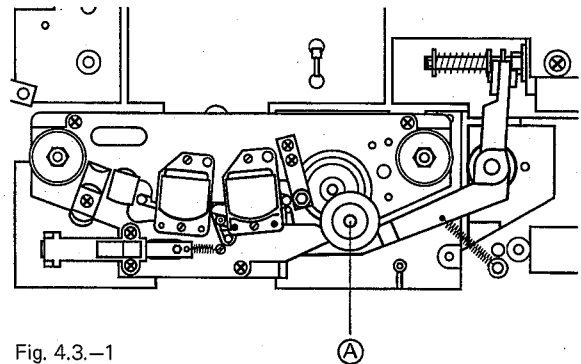

Fig. 4.3.-1
- An der Andruckrollen-Achse (oder an einem angebrachten Bolzen) einen Nylonfaden einhängen und mit einer Federwaage in Richtung A (Fig. 4.3.-1) ziehen, bis die Andruckrolle von der Tonwelle abhebt.